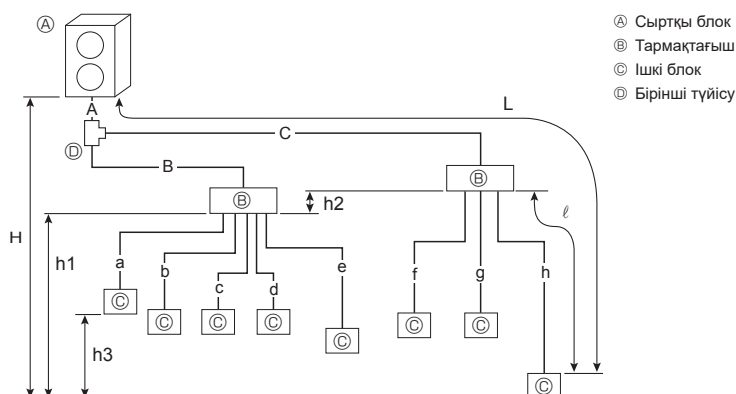

Fig. 4-4
4.3.2. Тармақтағышпен қосу (Fig. 4-4)